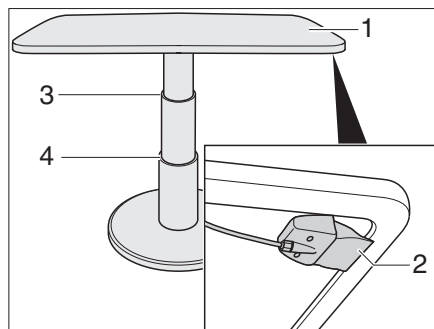

Fig. 54 Table à hauteur réglable de la dinette en U
- Tirer le levier de verrouillage (Fig. 54,2) vers le haut et le maintenir.
- Pousser le plateau de table (Fig. 54,1) au centre vers le bas jusqu'à la butée désirée (Fig. 54,3 ou 4).